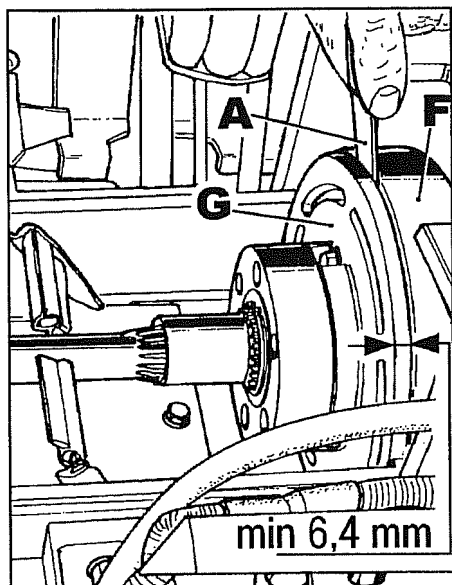

Fig. 8
- 6.1 Rilevare con uno spessimetro **A** fig. 8 la distanza tra i dischi **F** e **G**.
Prima di procedere alla registrazione, rilevare lo spessore del disco **G** fig. 8 che non deve essere uguale o inferiore a **6,4 mm**, perché in tal caso occorre sostituire la frizione.